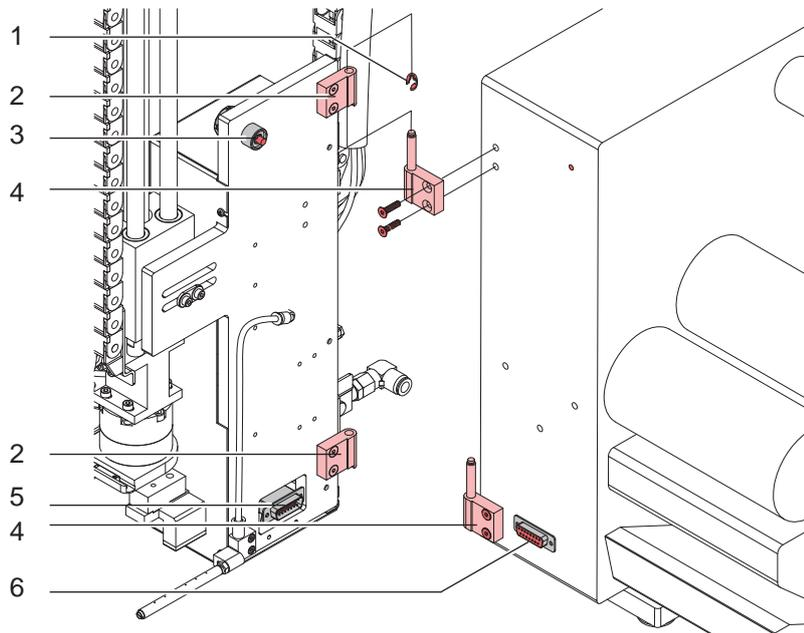

Bild 4 Montage und Anschlüsse
1. Scharniere (2 und 4) wie in Bild 4 montieren.
2. Applikator mit den Buchsenteilen der Scharniere (2) in die Achsenteile der Scharniere (4) einhängen.
3. Scharnier mit Sicherungsscheibe (1) gegen Herausrutschen sichern.
4. SUB-D15 Applikator-Drucker Verbindungsstecker (5) in die Anschlussbuchse (6) am Drucker stecken.
5. Applikator zum Drucker schwenken und mit der Rändelschraube (3) am Drucker fixieren.